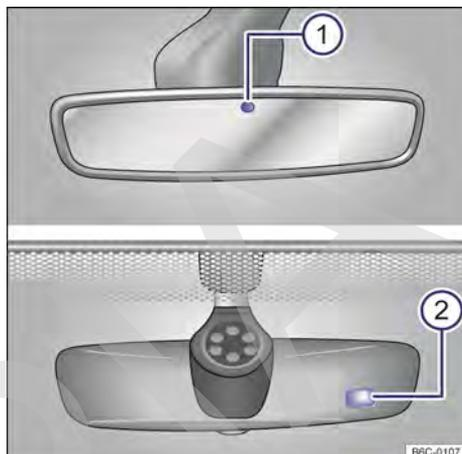

Fig. 78 En el parabrisas: espejo retrovisor interior antideslumbrante automático.
Con el encendido conectado, los sensores miden la incidencia de la luz atrás → fig. 78 ① y adelante ②.